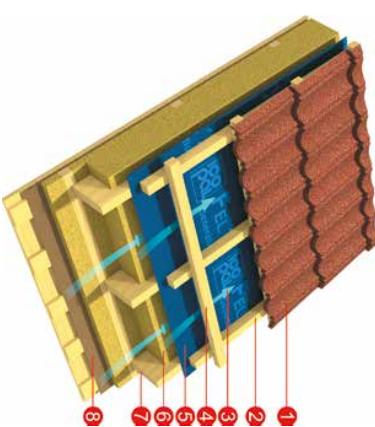

Рисунок 4
### 4.3 Утепленная крыша с паронепроницаемой ветро-гидрозащитной мембранный ФЕЛИКС (Рисунок 4).
4.5 Дополнительный вентиляционный канал высотой не менее 50 мм устраивается в конструкции утепленной крыши между паронетронизированной ветро-гидрозащитной мембранный ФЕЛИКС и теплоизоляционным слоем (Рисунок 4).